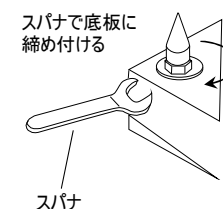

図 2
- ③ このとき、前面側の2本のスパイクは六角スパナでナットを締めておきます。(図2)
- ④ スタンドの上下を元に戻します。
- ⑤ スタンドを設置する場所へ移動し、以下の手順で高さの微調整を行います。